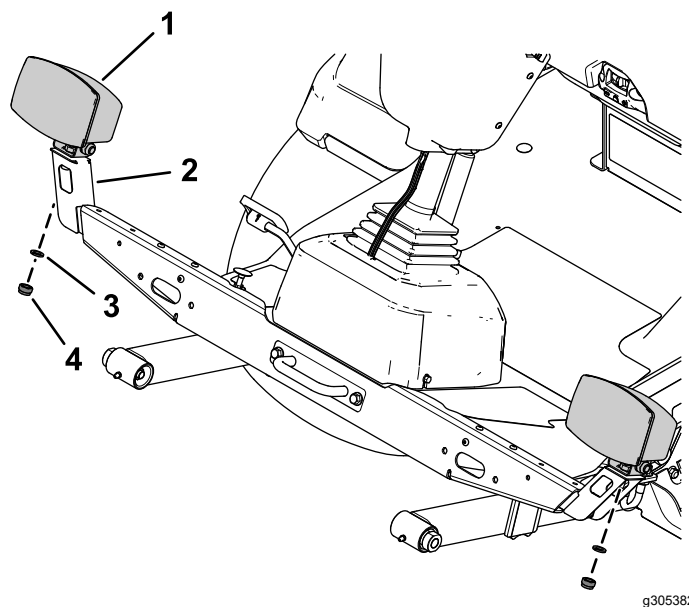

**Figura 13**
3. Fissate il supporto del faro sinistro e di quello destro sul supporto trasversale dei fari inserendo 3 bulloni a testa bombata (1/4" x 5/8") nelle piastrine per viti autofilettanti di ciascun lato (Figura 13).